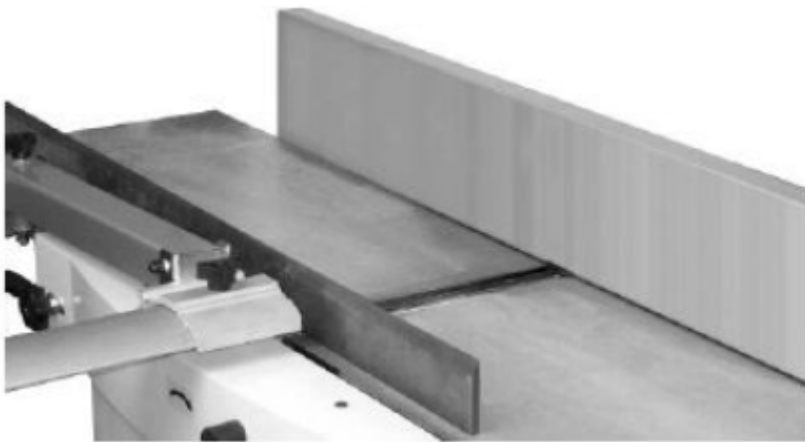
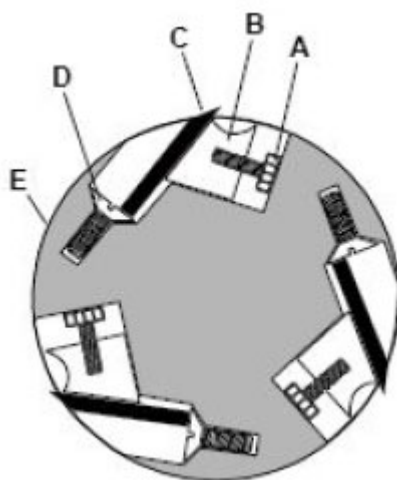

Figure 9
Figure 12
4. Faites tourner la tête de coupe (E) et déterminez la position 12 heures du couteau numéro un. La position 12 heures est le point le plus élevé qu'une lame atteindra dans l'arc de coupe (C, Fig. 12).
5. Placez une règle (J) sur la table de sortie (F) près de la clôture (H). Une extrémité de la règle doit
être positionnée sur le couteau de coupe (C) près de l'extrémité de la lame comme indiqué sur la Fig. 9.